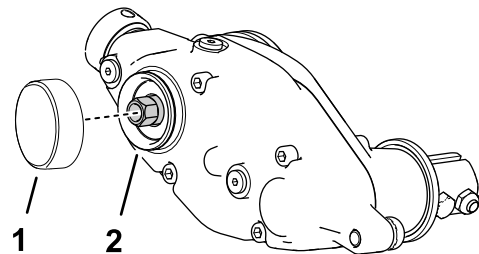

Figure 14
1. Appliquez du frein-filet moyenne résistance pour collage de pièces cylindriques (tel que Loctite 609® vert) sur la rainure du circlip et la surface du diamètre extérieur (Figure 14).
2. Montez le capuchon comme montré à la Figure 14.